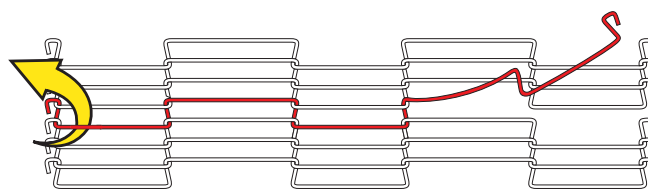

Abbildung 6
- Verbinden Sie nun auch die Abschlusskante an der Außenseite des Gurtes mit der Abschlusskante des Verbindungsstabes der Ihnen zugewandten Seite, indem Sie vorsichtig die Abschlusskante des Gurtes mit Hilfe einer Flach- und Spitzzange durch die Außenmasche des Stabes biegen (Abbildung 6).